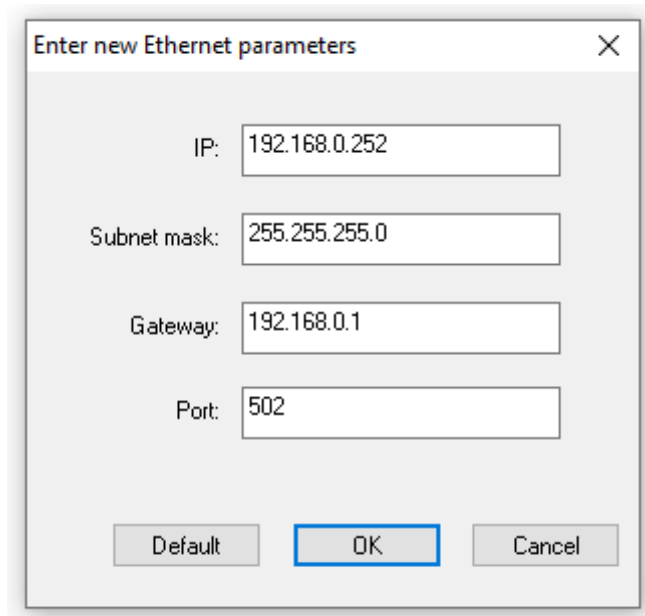

Рис. 5
3. Вы можете изменить параметры этого устройства, для этого щелкните левой кнопкой мыши, чтобы выбрать SN устройства, которое вы хотите изменить, затем щелкните правой кнопкой мыши и выберите **Modify parameters** этого устройства, появится экран, как показано на рис.5, где вы можете изменить параметры Ethernet этого устройства.